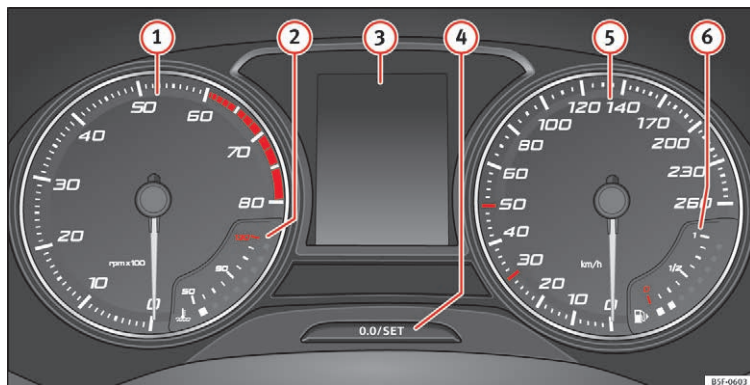

Fig. 115 Kombiinstrumentets display i instrument-panelet
Supplerende informationer vedr. instrumenterne » **Fig. 115:**
Omdrejningstælleren viser motoromdrejningstallet pr. minut » **Fig. 115** ①.
① FORSIGTIG
Omdrejningstællernålen ① » **Fig. 115** må kun stå i det røde område et øjeblik, ellers er der risiko for motorskade.
I kombiinstrumentets display » **Fig. 115** ③ kan der alt efter bilens udstyr blive vist forskellige informationer, når tændingen tilsættes:
- Tryk et kort øjeblik på knappen » **Fig. 115 ④** for at nulstille triptælleren.
- Hvis du trykker på knappen ④ og holder den inde i 3 sek., bliver den sidste værdi vist.
- Når klokkeslættet skal indstilles, skal du trykke knappen » **Fig. 115 ④** og holde den inde i mere end 3 sek. for at indstille timerne eller minutterne.
- Tryk på det øverste eller det nederste område på knappen ④ for at indstille yderligere. Hold knappen inde for at bladre hurtigt.
- Tryk på knappen ④ igen for at afslutte indstillingen af klokkeslættet.
Tryk på knappen » **Fig. 115 ④** i mere end 15 sek. for at få vist bilens motorbogstaver. I den forbindelse skal tændingen være tilsluttet, og motoren skal være standset.
Kølevæsketermometeret **(2)** » **Fig. 115** virker kun, når tændingen er tilsluttet. For at undgå motorskader skal du overholde følgende anvisninger vedr. temperaturområderne.